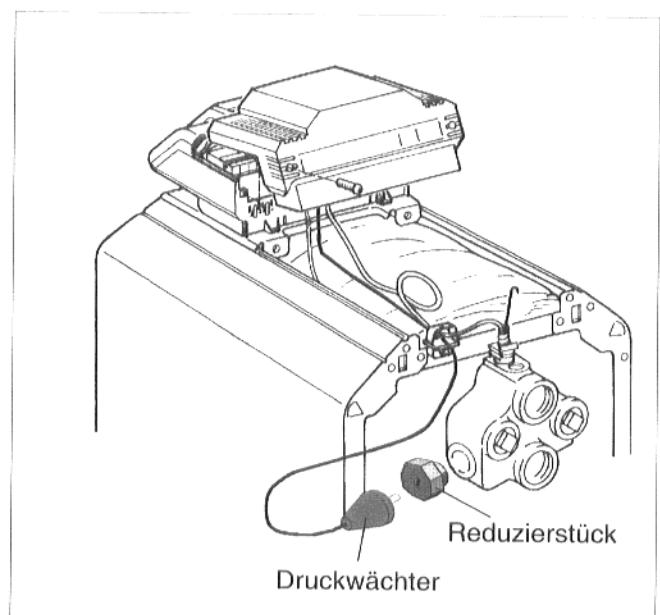

Abb. 30
- Stopfen aus dem Speicherrücklaufanschluß (links oder rechts) im Anschlußformstück herausdrehen (Abb. 30).
- Reduzierstück des Druckwächters mit eingelgtem O-Ring eindrehen (Abb. 30).
- Druckwächter in Reduzierstück eindrehen (Abb. 30).
- Anschlußkabel zum Regelgerät führen und dort nach Schaltplan anschließen (Abb. 30).